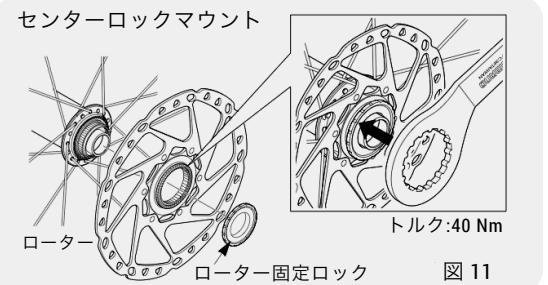

図 11
3. センターロックタイプのディスクブレーキローターの取り付けは図11をご覧ください。ローターの取り付けについて、ディスクブレーキメーカーの取扱説明書に従ってください。